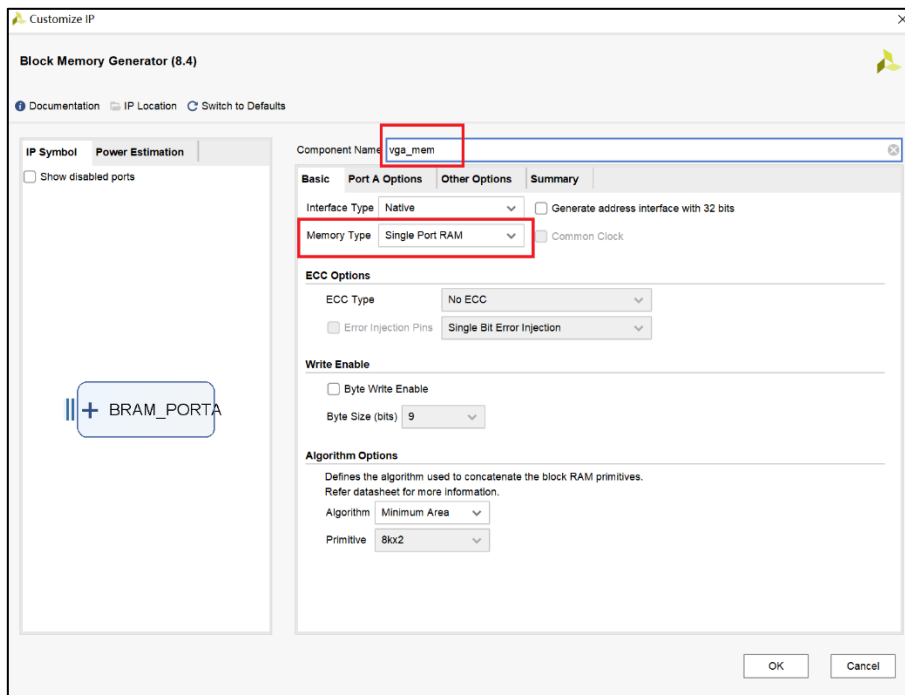

图 6.7 设置块存储器的名称和类型
2、在弹出的 RAM 存储器的 IP 核属性框中，设置组件名称为 vga_mem，设置存储器类型为单端口 RAM，如图 6.7 所示。